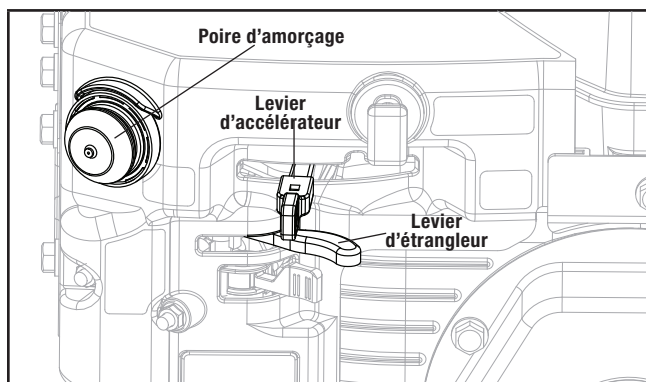

Figure 11B
- 3b. Pour démarrer un moteur chaud, laissez le levier de l'étrangleur sur la position Run (marche) (figure 11B).
4. Mettez le levier de l'accélérateur à pleine vitesse pour démarrer le moteur (figure 11B).
5. Utilisez la commande d'amorçage, selon la température de la machine (figure 11B) :
8. Une fois que le moteur tourne, réglez l'étrangleur sur la position RUN (marche) (figure 11B).